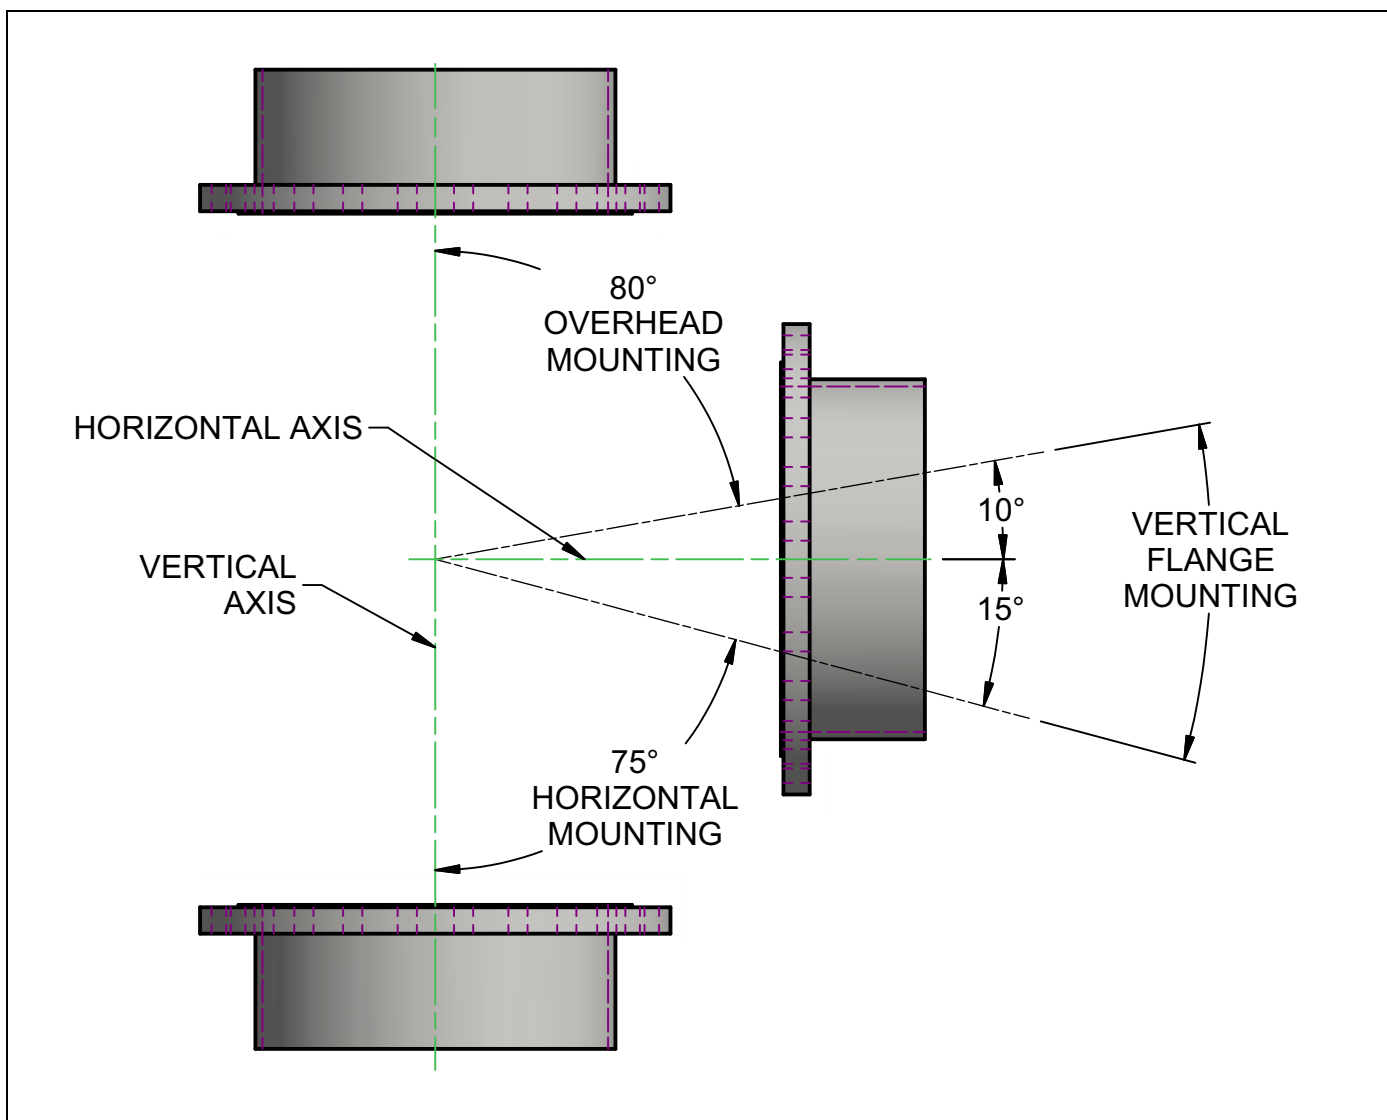

РИСУНОК 3-3. ВАРИАНТЫ УСТАНОВКИ
прикрепите машину к точкам крепления, находящимся над машиной, используя как минимум два расположенных друг против друга поворотных подъемных кольца с предоставляемыми заказчиком точками крепления и стропами, подходящими для массы машины и угла наклона строп. См. рис. 3-3.
массы машины и угла наклона строп. См. рис. 3-3.
- Если фланец имеет слишком большую толщину, не позволяющую использовать установочные пластины, прикрепите машину к точкам крепления над машиной, используя как минимум два расположенных друг против друга поворотных подъемных кольца с предоставляемыми заказчиком точками крепления и стропами, подходящими для массы машины и угла наклона строп. См. рис. 3-3.